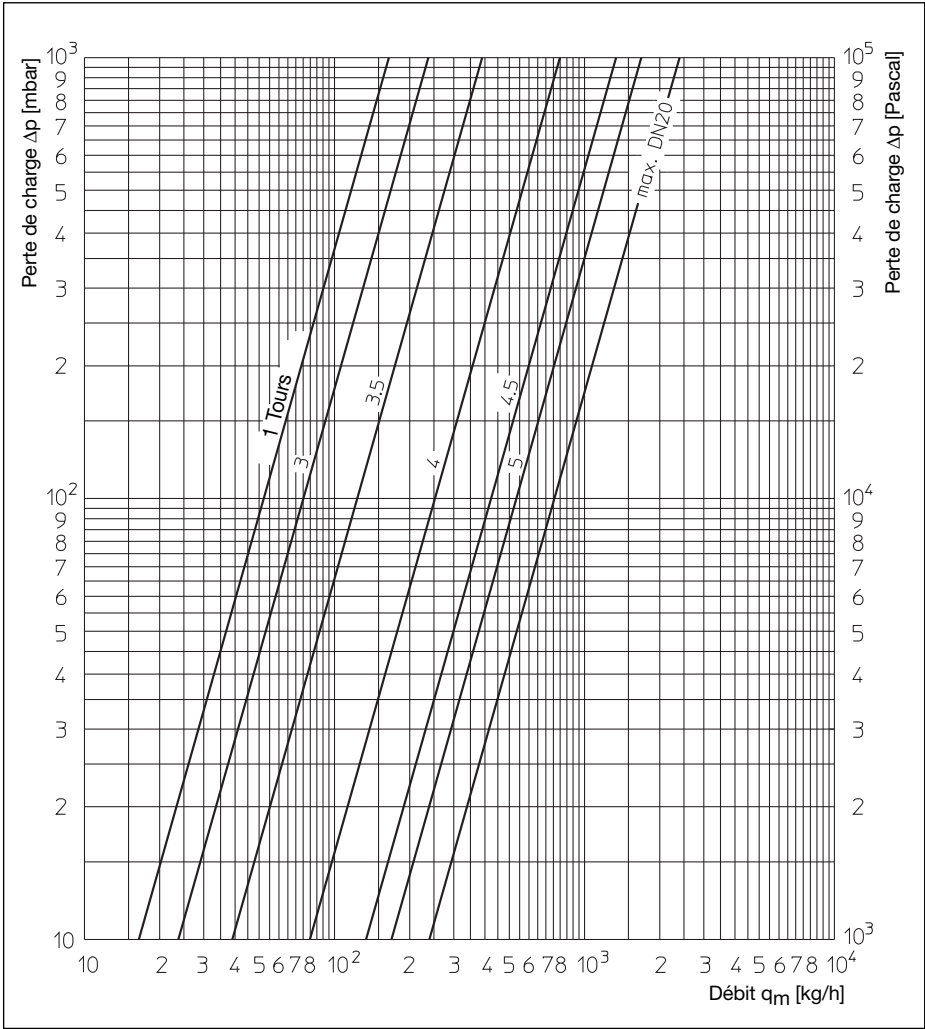

Fig. 9.1: Diagramme mécanisme de réglage pour différents préréglages
- Déterminer la valeur de préréglage à l'aide du diagramme de dimensionnement (fig. 9.1)